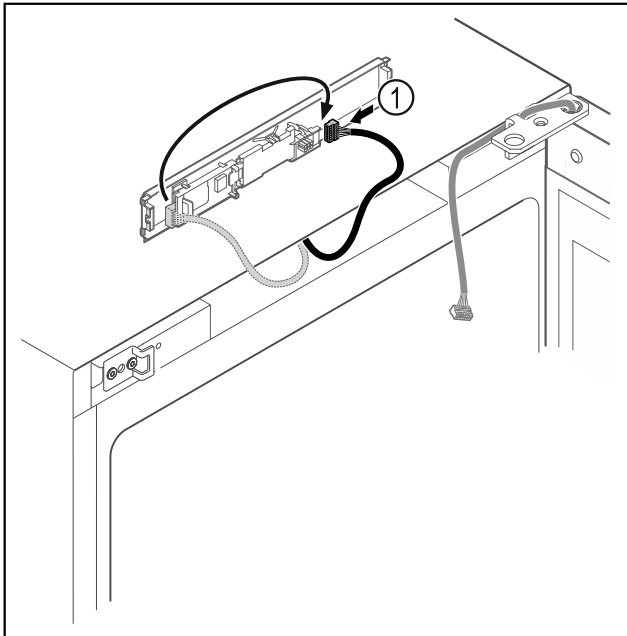

Fig. 11
- Stekker Fig. 11 (1) op printplaat verwisselen.